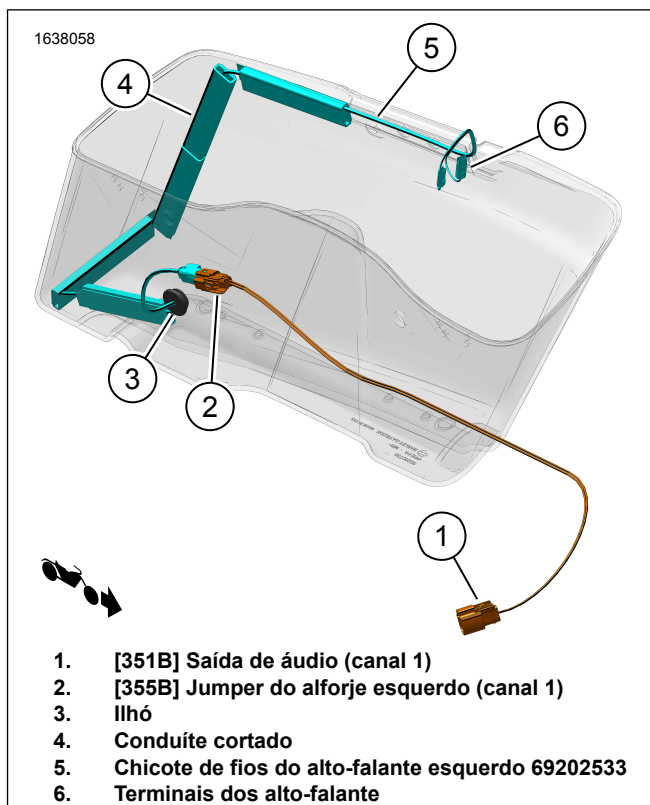

Figura 4. Roteamentos do chicote de fios no alforje esquerdo
12. Figura 4 Instale o chicote de fios do alto-falante esquerdo.
- b. Figura 4 Roteie o chicote de fios (5) conforme mostrado.
- d. O quarto pedaço de conduíte (4) precisará ser cortado para se adaptar à altura do alforje.
- g. Roteie o chicote de fios (5) passando pelo furo do anel isolante.
- h. Instale o anel isolante (3) no chicote de fios (5).